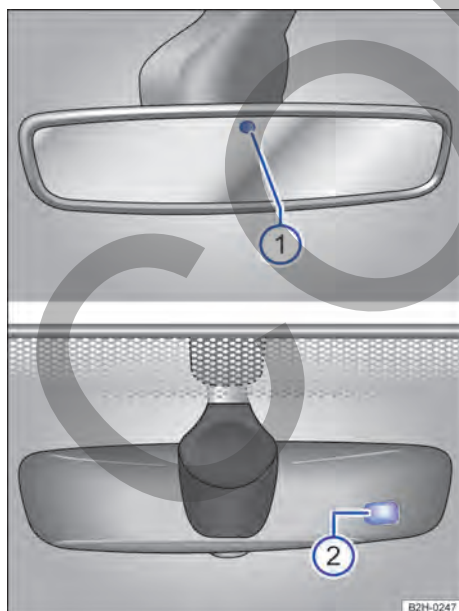

Fig. 80 En el parabrisas: retrovisor interior antideslumbrante automático.
Con el encendido conectado, los sensores miden la incidencia de la luz por detrás → Fig. 80 ① y por delante ②.